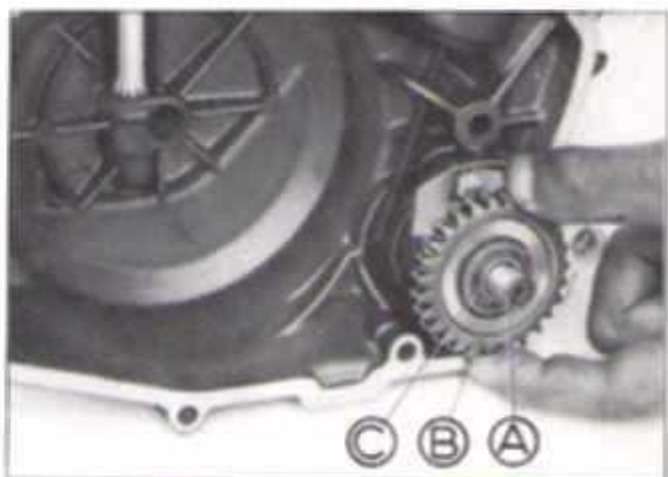

FIG. M54 - A. EIXO PEDAL DE ARRANQUE
10. Colocar a engrenagem do eixo do pedal de arranque e a arruela de compensação. Figura M54.